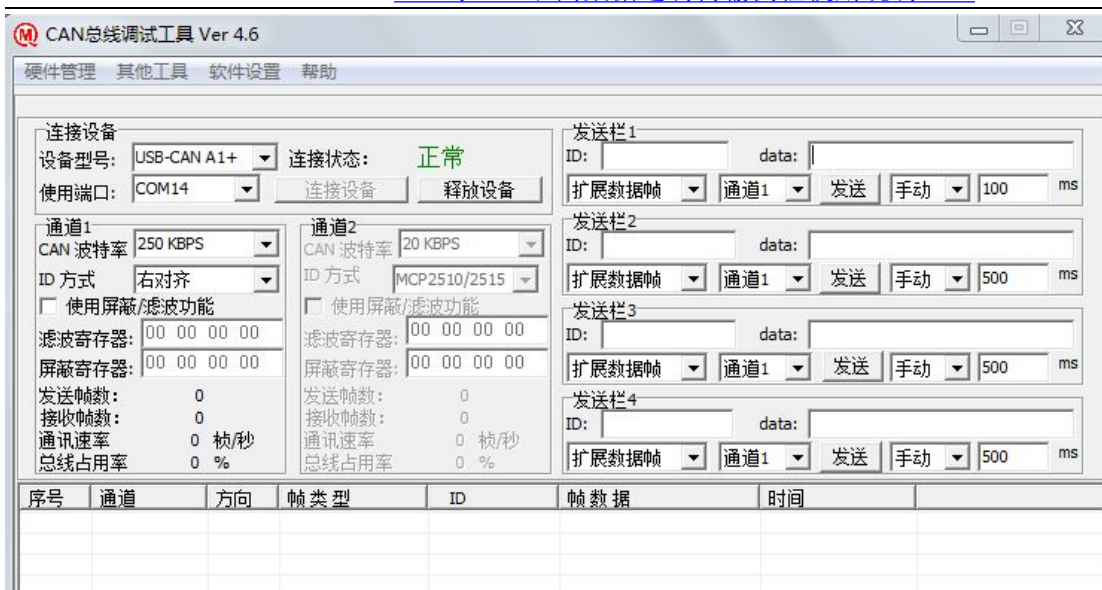

图 3 CAN 调试软件设置
(2) 打开软件“CAN\_qm999cn”（也可以是别的 CAN 软件），设置如图 3 所示。